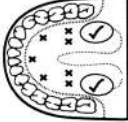

Figura 2
a) **Uso orale:** Posizionare il termometro sotto la lingua come indicato dalla posizione  nella Figura 2. Chiudere la bocca e respirare normalmente attraverso il naso per evitare che la misurazione sia influenzata dall'aria inspirata/esalata.